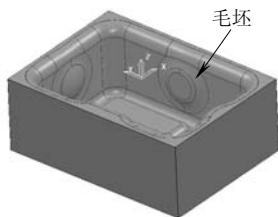

图 4-71 创建毛坯
- 1) 创建毛坯：在 PowerMILL 综合工具栏中单击创建毛坯按钮，打开“毛坯”表格，勾选“显示”选项，其他选项使用默认值，然后单击“计算”按钮，创建出方形毛坯，如图 4-71 所示，单击“接受”按钮，完成创建毛坯操作。